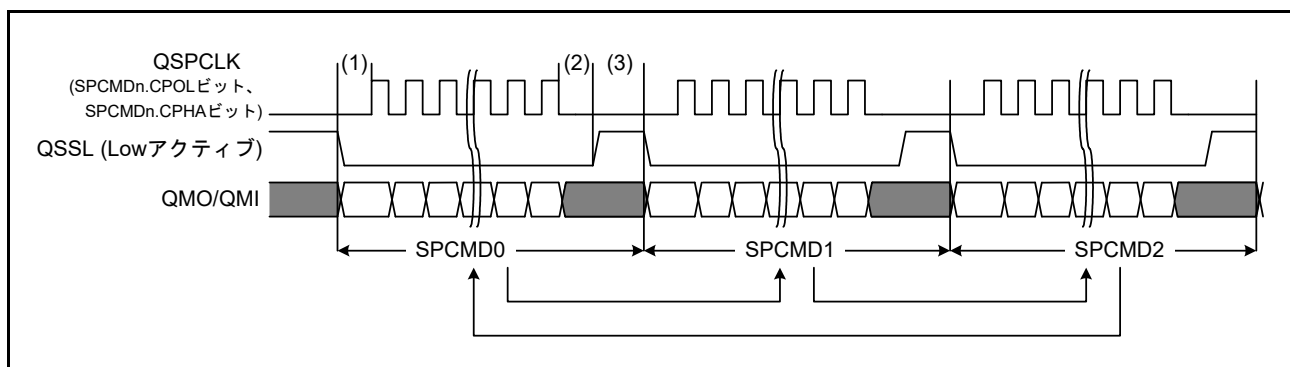

図 41.12 シーケンス制御動作例 (n = 0 ~ 3)
SPSCR レジスタを“02h”に設定し、SPCMD0 ~ SPCMD2 レジスタを用いてシーケンスを構成したときの動作例を図 41.12 に示します。図中 QMO/QMI の灰色部は無効データを表します。また、図中 (1) ~ (3) は以下を示します。
- (1) クロック遅延期間 (SPCKD) 設定値 = 000b (1.5 QSPCLK)
- (2) QSSL ネゲート遅延期間 (SSLND) 設定値 = 000b (1 QSPCLK)
- (3) 次アクセス遅延期間 (SPND) 設定値 = 000b (1 QSPCLK)